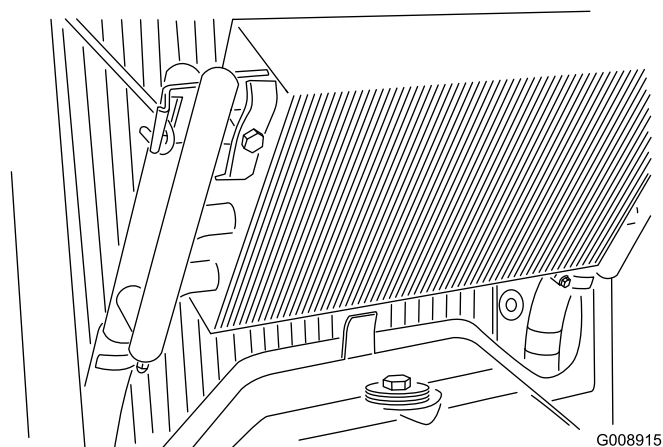

図 67
4. オイルクーラのラッチを外し、クーラーを後ろに傾ける（図 67）。